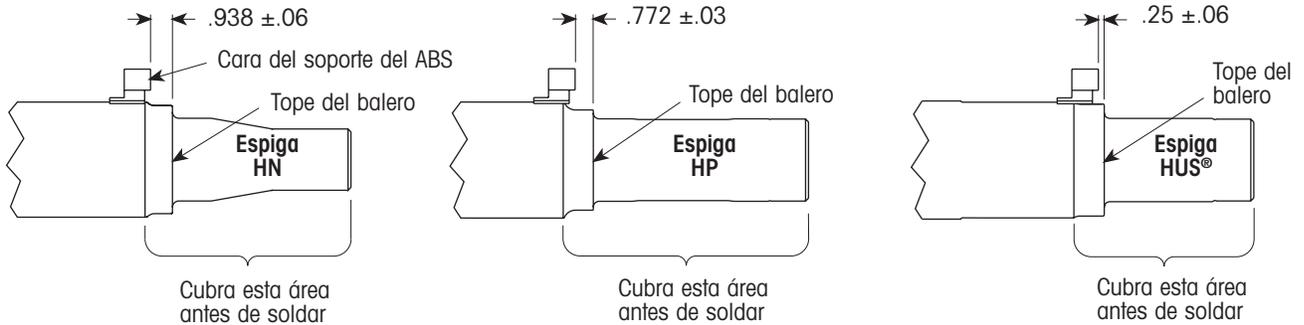

Figura 1. Posicionando el soporte del ABS a lo largo del eje
3. Para posicionar el soporte del ABS a lo largo del eje, mida por atrás (parte interna) del tope del balero a la cara del soporte del ABS la distancia indicada en la figura 1.
**IMPORTANTE:** Antes de soldar, cubra el área entera de la espiga (como se muestra en la figura 1) para evitar daños por salpicar la soldadura.